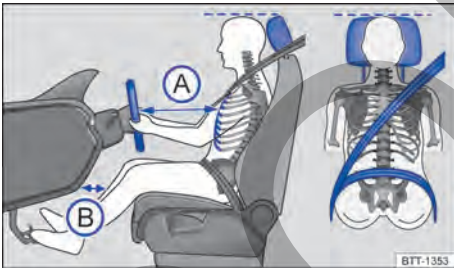

Fig. 20 Distancia correcta del conductor con relación al volante, posición correcta de la banda del cinturón de seguridad y ajuste correcto del apoyacabezas.
- Ajustar el asiento para que la distancia entre el volante y el tórax tenga como mínimo 25 cm → fig. 20 (A) y que el conductor pueda sujetar el volante del borde externo con las dos manos y los brazos ligeramente doblados.
- Ajustar el asiento del conductor de manera longitudinal para que los pedales se puedan accionar con las piernas ligeramente dobladas y la distancia de la zona de la rodilla con el panel de instrumentos sea de al menos 10 cm → fig. 20 (B).
- Para los asientos con apoyacabezas: ajustar el apoyacabezas para que su borde superior se encuentre preferentemente en la misma línea de la parte superior de la cabeza → **fig. 20** – pero no por debajo de la altura de los ojos. Posicionar la parte posterior de la cabeza lo más cerca posible del apoyacabezas.